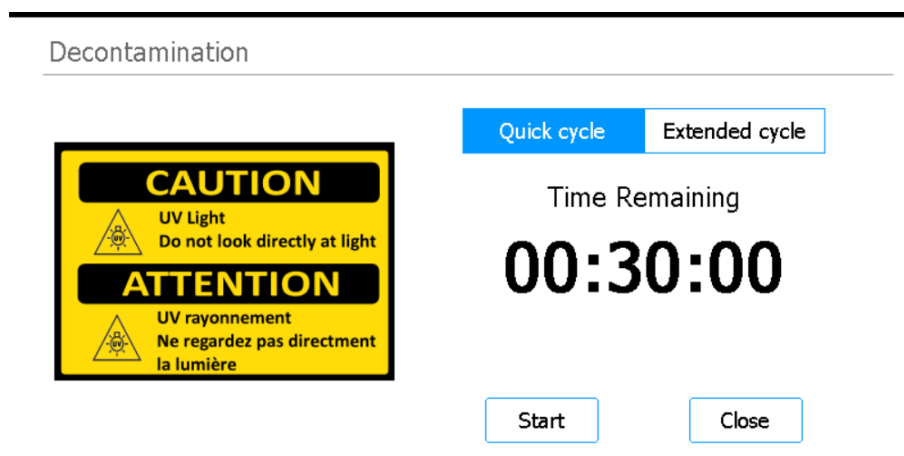

图 21 选中 Quick cycle 的 Decontamination 屏幕
- 3 在屏幕顶部，选择 **Quick cycle**，如图 21 所示